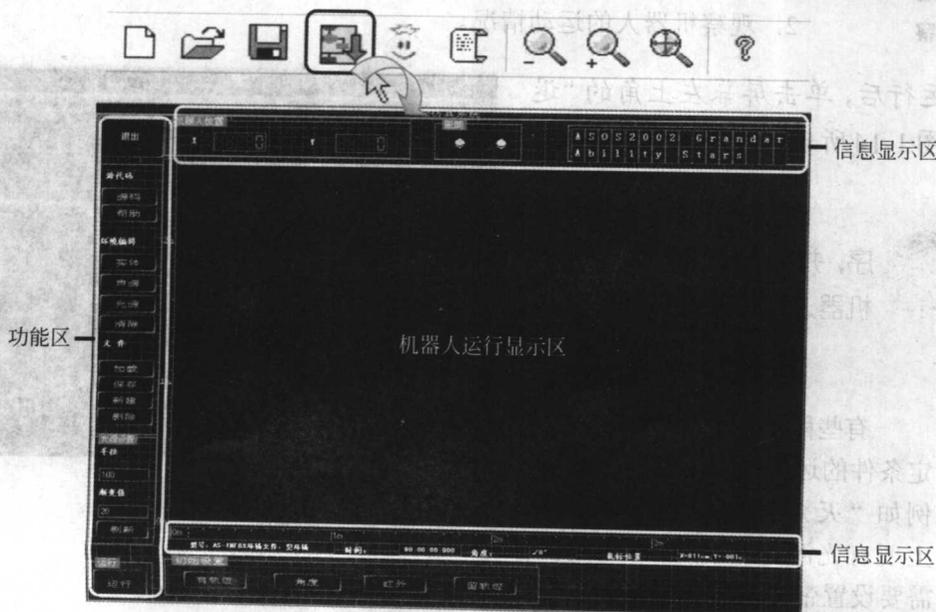

图 1-12
(4) 到仿真环境中运行“三步舞”程序
① 单击工具栏中的“仿真”按钮，进入仿真环境，认识仿真系统的窗口界面，如图 1-12 所示。